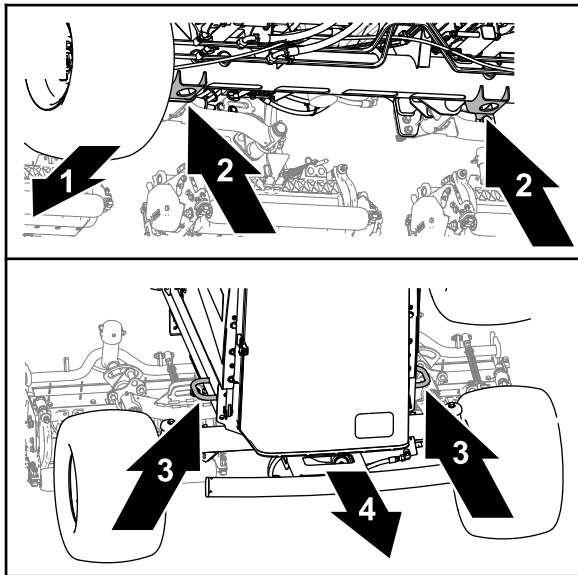

Bild 57
- Front: Das Loch in den Wagenheberaufnahmen des Vorderachsrohrs (Bild 57).